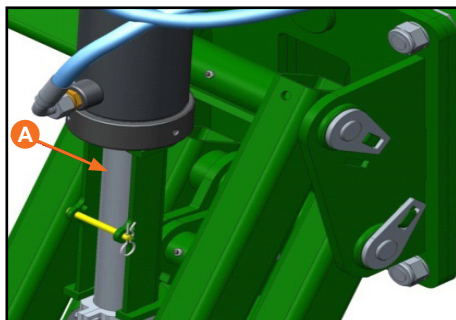

Figura 38
Ao transportar a semeadora Prima Super rodando, utilize os calços de transporte maiores (Figura 38) nos cilindros hidráulicos. Em superfícies planas, não exceda a velocidade máxima de 15 km/h. Em superfícies irregulares, reduza consideravelmente a velocidade.
- Monte em cada cilindro do rodado os calços de transporte (Figura 38). Poderá ser utilizado simultaneamente os calços de plantio e de transporte.
- Quando o processo de levante do cabeçalho estiver finalizado, monte o calço de transporte (A) na haste do cilindro (Figura 38).
- Posteriormente levante o implemento através do sistema hidráulico e monte os calços de transporte nos cilindros do rodado. Poderá ser utilizado simultaneamente os calços de plantio e de transporte (Figura 38).